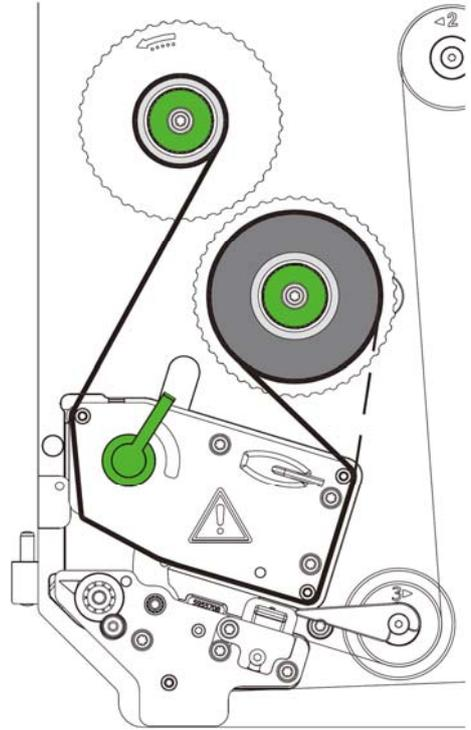

图 16 碳带安装路径
6. 依照图16的路径将碳带置入打印模组并绕到碳带回收轴上；